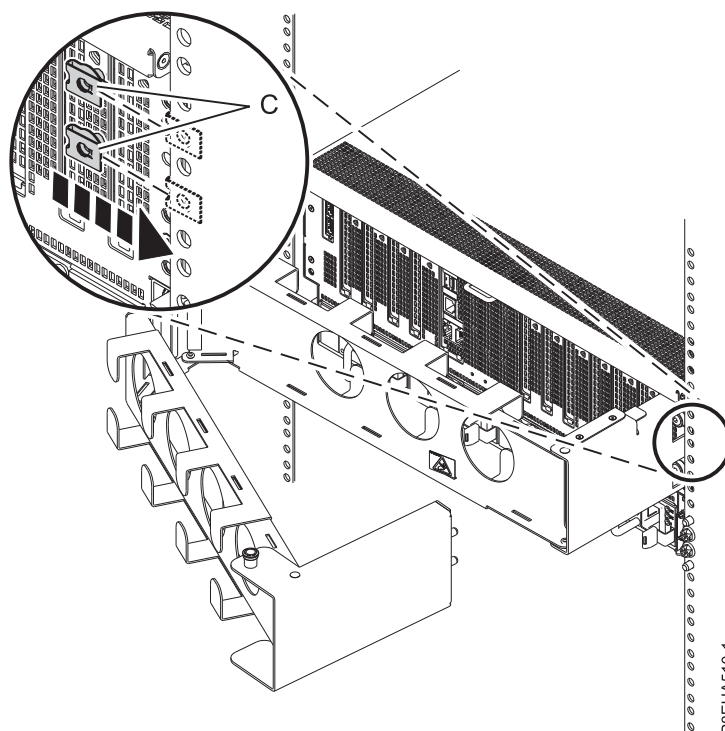

Figura 18. Fijación de los clips de tuerca al riel del bastidor
2. Deslice el cajón del sistema hacia delante de forma que pueda acceder al bastidor. Fije los dos clips de tuerca (C) al riel del bastidor en la ubicación donde va a fijar la placa externa al riel, tal como se muestra en la Figura 18.